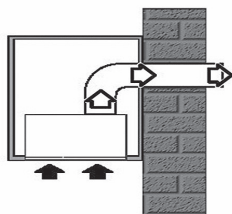

Rys. 3
2. Włożyć nowe filtry węglowe na silnik (Rys. 2) lub (Rys.3).
2. Przyłożyć urządzenie do dolnej płyty wiszącej szafki mebli kuchennych. Skontrolować zgodnie z Rys. 3 minimalną, wymaganą wysokość montażową urządzenia (550 mm dla elektrycznych i 650 mm dla gazowych płyt grzewczych).